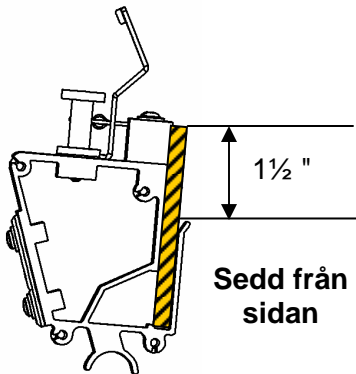

Bild 4-21a
6. Sätt i de nya sugsvamparna så att de vilar mot botten på oljetankens spår som bild 4-21a visar. Knappt 3,8 cm (1,5 tum) svamp ska synas ovanför kanten på oljetankens spår.